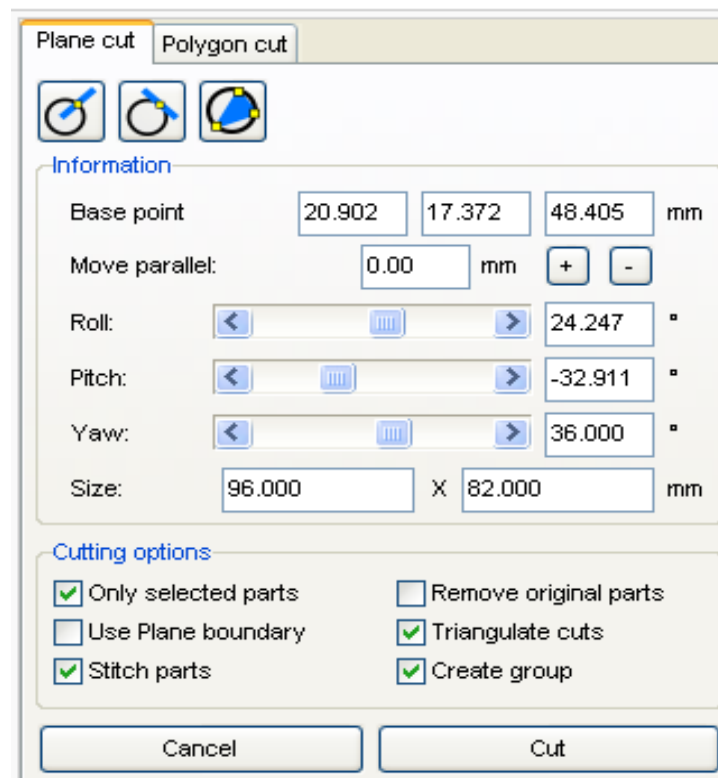

Figura 5.55.
- **PLANE CUT (PLANO DE CORTE)** (Figura 5.55).
Apreciando la imagen anterior (Figura 5.55), podemos observar que existen diversos tipos de opciones de corte para las diferentes situaciones.